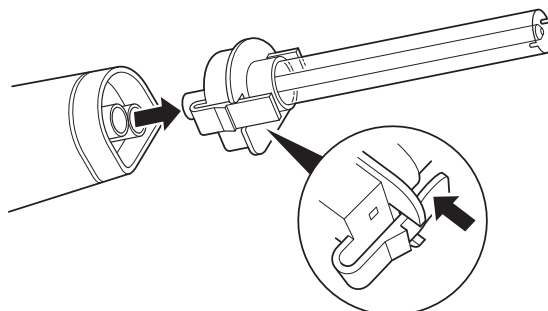

Figure 2 – Retrait de l'embout
1. Appuyer sur le mécanisme de déverrouillage de l'embout et détacher l'embout de la pièce à main (figure 2).